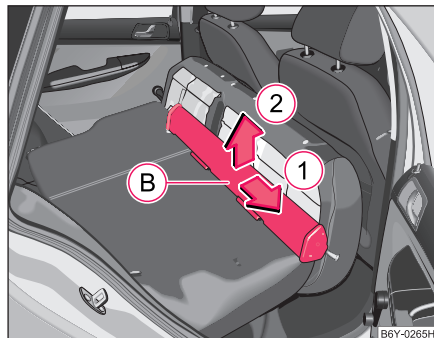

Fig. 61 Asientos de atrás: Caja de la red divisoria
- Desplace la caja de la red divisoria **(B)** ⇒ fig. 61 en el sentido de la flecha **(1)** y sáquela del alojamiento del respaldo de asiento trasero en el sentido de la flecha **(2)**.